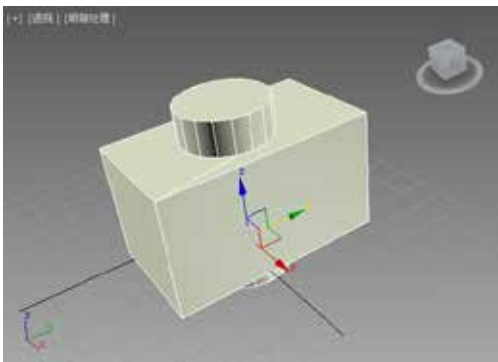

图 2-113 并集效果
STEP 07 在“操作”选项组选中“并集”单选按钮，效果如图 2-113 所示。